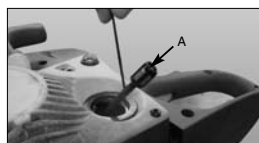

Abb. 19
4. Retire o filtro (A) do reservatório (fig. 19).